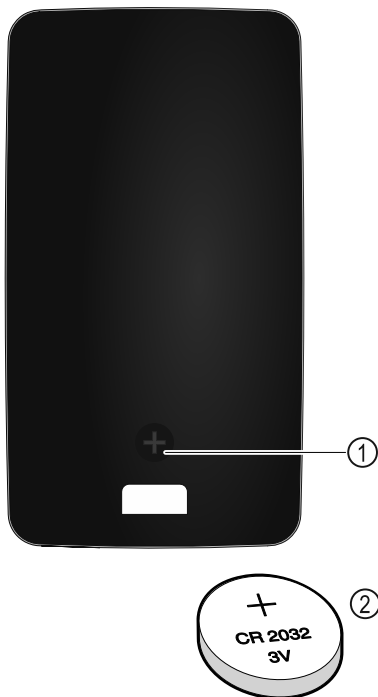

Fig. 151
A távvezérlés áramellátása egy CR 2032-es típusú, 3V-os Fig. 151 (2) elemmel történik, amely szakkereskedésekben szerezhető be.
- ▶ Csavarozza ki a csavart Fig. 151 (1) a távvezérlő hátoldalán.